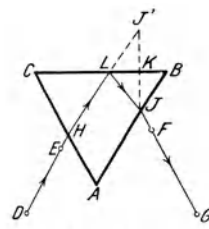

Fig. 128.
g) Lege wie in Fig. 128 das Prisma auf den Bogen und umfahre mit dem Blei den Umriß der Grundfläche  $ABC$ . Stecke nahe beim Prisma die Nadeln  $E$  und  $F$  lotrecht ein. Blicke mit einem Auge in der Richtung  $DE$  durch das Prisma. Man sieht ein Bild